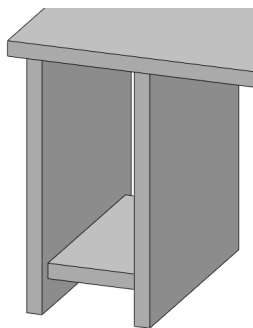

图 15-23 创建拉伸凸台特征
(3) 退出草图绘制环境，弹出【凸台-拉伸】属性管理器，设置【深度】为 18，单击【确定】按钮，创建拉伸凸台特征，如图 15-23 所示。